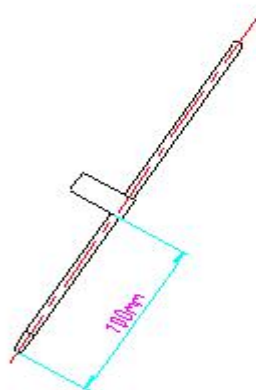

图 3
- 2、把温度计用胶布粘好，按照图 3 规定使其高出一个台阶能将温度计定位并卡在插孔上。